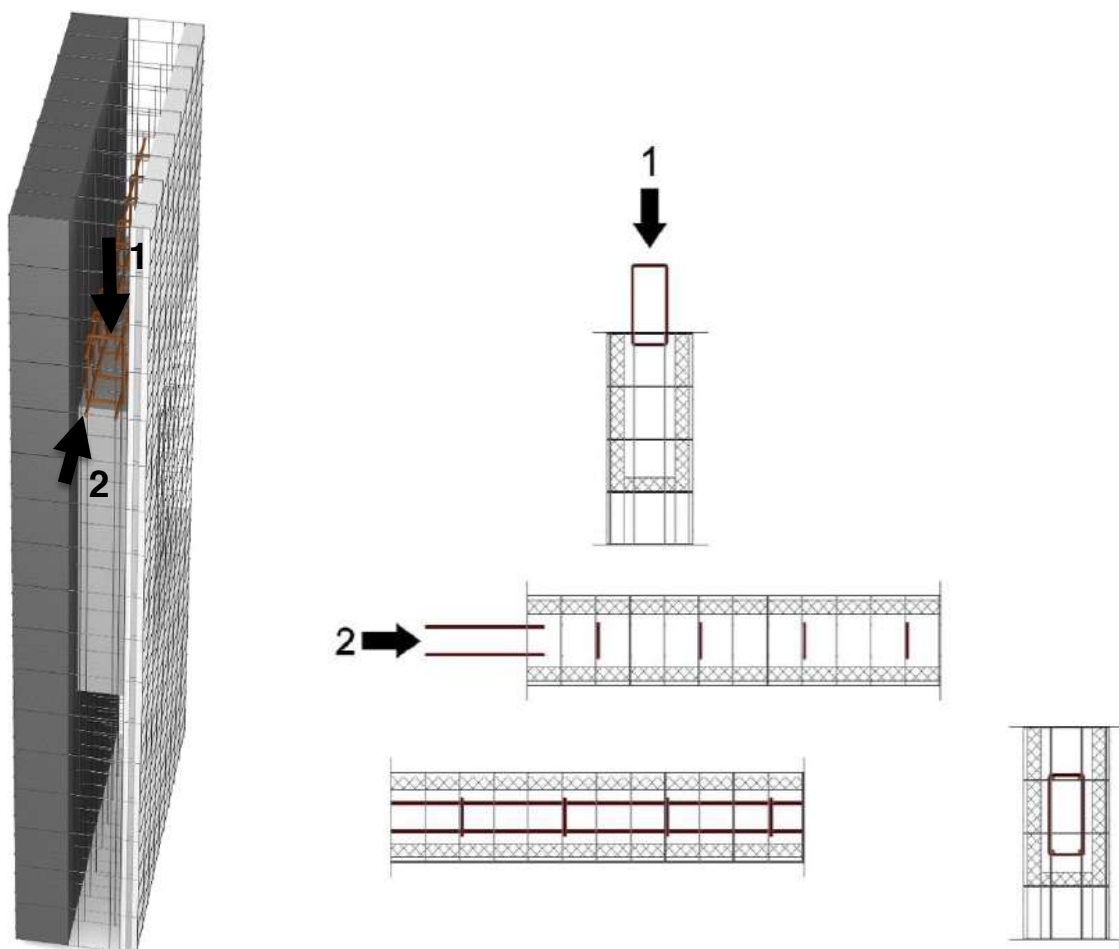

Figura 36 Colocar refuerzos en dintel
- c) Desliza el estribo en el dintel, figura 36 (1).
- d) Desliza el refuerzo horizontal en el dintel y entrelaza las barras horizontales hasta el final con la malla Sismo, figura 36 (2).